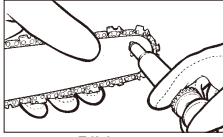

Bild. 20
3. Stecken Sie die Nadelspitze der Ölspritze (Option) in das Ölungsloch und spritzen Sie das Öl hinein, bis es an der Aussenseite der Zahnung hervortritt (Bild. 20).